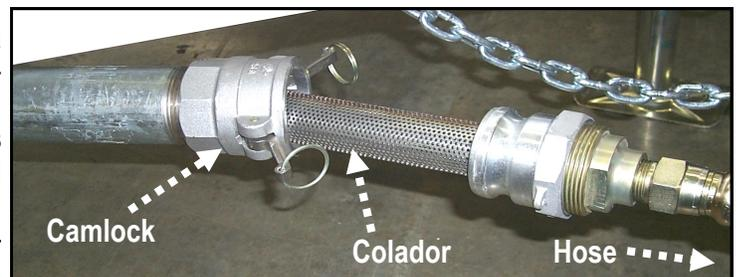

Fig. 6 Texture Strainer Assembly (entre bomba and manguera)
5. Para no dañar las bombas, pre-mezcla uno o dos galones de textura lechada. Abra el conjunto del filtro por la liberación de los cam-locks (Ver Fig. 6)